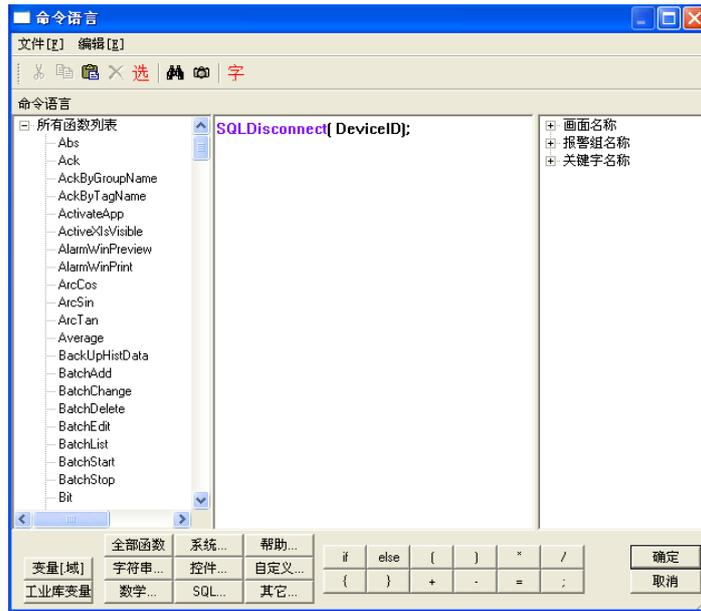

图 9-10 断开数据库连接命令语言
- 2、在按钮的弹起事件中输入如下命令语言 SQLDisconnect(DeviceID); 如图 9-10 所示。